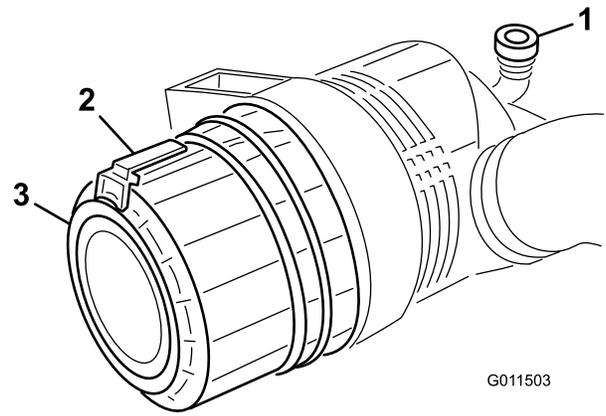

Figura 49
1. Tirate il fermo verso l'esterno e ruotate il coperchio del filtro in senso antiorario (Figura 49).
7. Montate il coperchio con la valvola di uscita in gomma (Figura 49) disposta in giù, in una posizione tra le ore 5 e le ore 7 vista dall'estremità. Fissate il fermo.